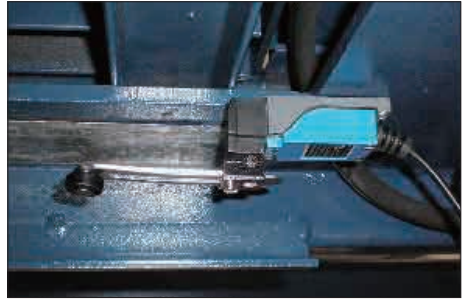

图 19（主机限位开关）
- 1) 将转换开关置“主机”位, 按上升按钮将主机平台升至 1800mm, 调整限位 SQ1 动作 (见图 19) 注意: 主机最高限位调整应将主机保险爪停在保险齿条最后一齿上方 5-10mm 位置, 当然也可根据用户室内高度情况将限位调整在任一高度。